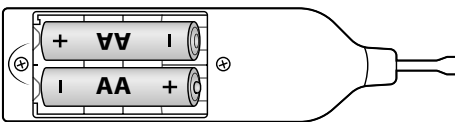

Fig. 1
- ◆ Læg batterierne i vokssmelteren **1** som markeret i batterirummet **4** (se *fig. 1*).